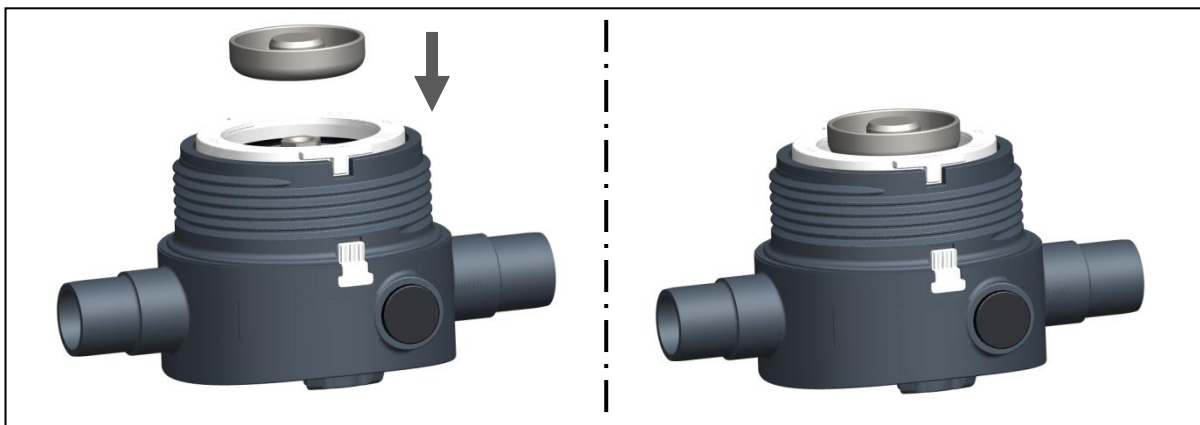

Fig. 14
- ▶ Poser le compresseur sur la cartouche, voir Fig. 14.